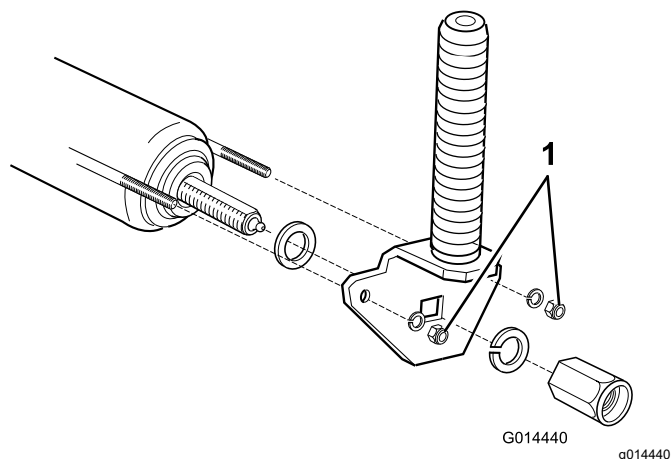

图 17
2. 将螺母拧紧 4 整圈正确设定刮板线的张紧力 图 17。